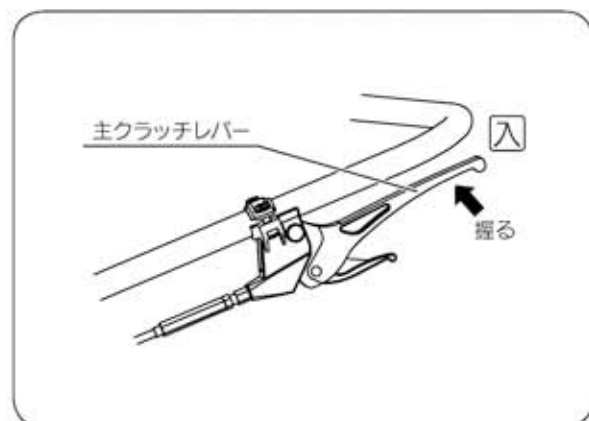

図13
- ③ 主クラッチレバーをゆっくり握りますとクラッチが入ります。(図13)